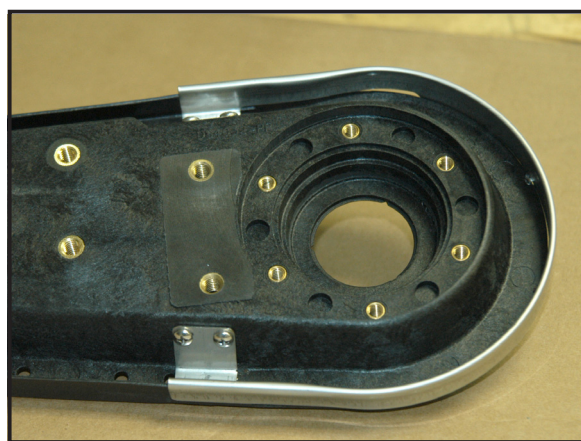

Figura 22
11. Revise la unidad terminada (*Figura 22*).